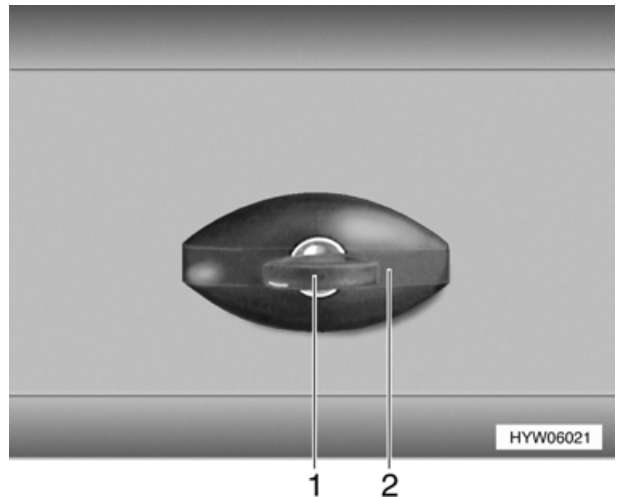

Fig. 14 Serratura dello sportello (variante 1), chiusa
- ▷ In caso di pioggia è possibile che dell'acqua penetri nella serratura aperta dello sportello. Chiudere perciò la maniglia della serratura (Fig. 14,2) come illustrato in Fig. 14.
- Inserire la chiave nel cilindro della serratura (Fig. 14,1) e girare in senso antiorario di un quarto di giro. La maniglia della serratura (Fig. 14,2) scatta all'infuori.
- Girare la maniglia della serratura in senso orario (Fig. 14,2) fino in posizione orizzontale. La serratura dello sportello è ora bloccata, ma non è chiusa.
- Inserire la chiave nel cilindro della serratura (Fig. 14,1).